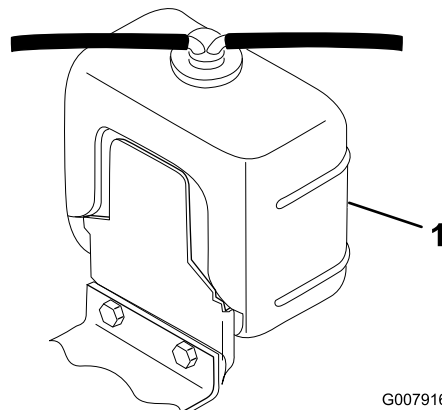

Bild 32
- Schrauben Sie den Kühlerdeckel und den Deckel vom Ausdehnungsgefäß vorsichtig ab (Bild 32).
- Prüfen Sie den Stand des Kühlmittels im Kühler und im Ausdehnungsgefäß (Bild 32).